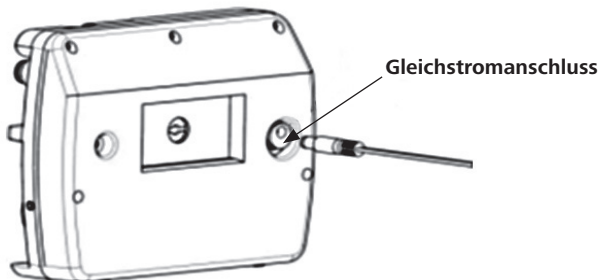

Abb. 3: Anschluss des Netzteils am Gerät
- Vor dem Reinigen trennen Sie das Gerät von der Stromversorgung indem Sie den Gleichstromanschluss vom Gerät trennen (Abb. 3).